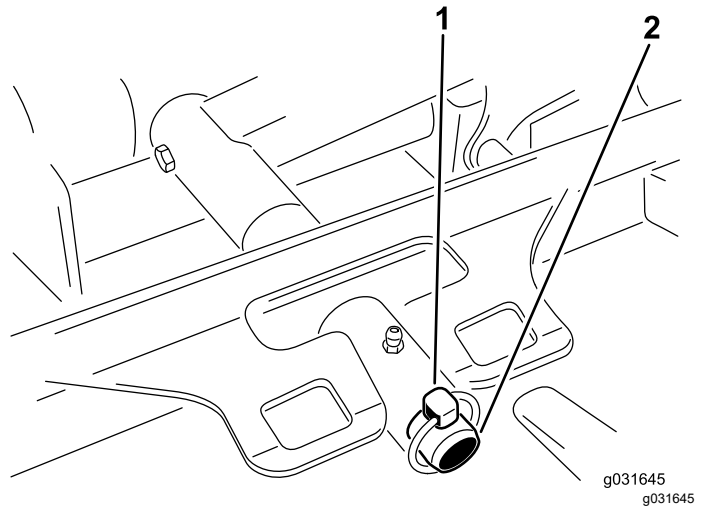

Figura 69
3. Retire el pasador de seguridad o la tuerca de retención que sujeta el bastidor de tiro de la unidad de corte a la barra de giro del brazo de elevación (Figura 69).
3. Coloque el bastidor de tiro de la unidad de corte sobre la barra de giro del brazo de elevación y fíjelo con el pasador de seguridad o la tuerca de retención (Figura 69).